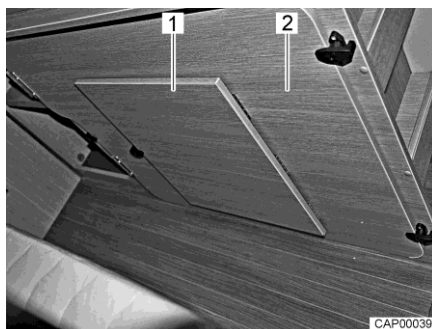

Fig. 43 Tavola di rinforzo sul cassone letto di destra
- Togliere la tavola di rinforzo aggiuntiva (Fig. 43,2) dal cassone letto di destra, in coda.
- Aprire i supporti per piedi (Fig. 43,1) sulla tavola di rinforzo.